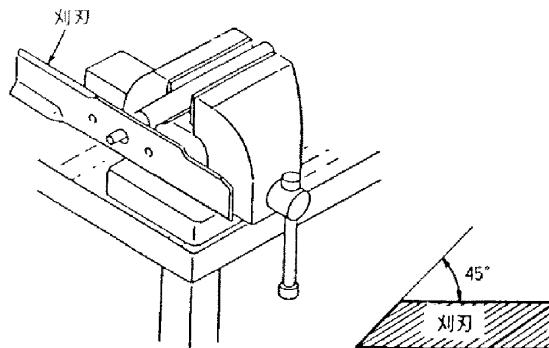

図 44 刈刃のバランスの取り方
- (1) モアを本機から外して、上下ひっくり返して裏向きにする。
- (2) 刈刃とモアカバーの内側との間に木片をはさみ、刈刃を着脱するときに回り止めにする。
- (3) 刈刃締付けボルトを外し刈刃を取り外します。
- (4) 刈刃の刃部の角度は図44のように $45^{\circ}$ にしておいてください。
- (5) 研ぎ上がった刈刃は取付ける前に回転のバランスを確認してください。刈刃のバランスが悪いと刈刃回転中に振動が発生しモアの破損の原因となります。もしバランスが取れていない場合は、バランスが取れるまで、刈刃の重い側を削ってください。